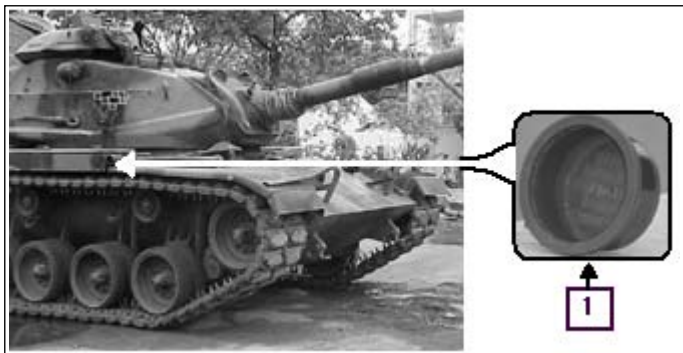

Fig 8-1. Tubo do exaustor do aquecedor
a. Procedimentos anteriores à entrada na água. (Fig 8-1 a 8-4)
(1) Inspeccionar as tampas dos elementos da bateria para verificar se estão fixas no local.
(2) Tampar o tubo do exaustor do aquecedor(1).